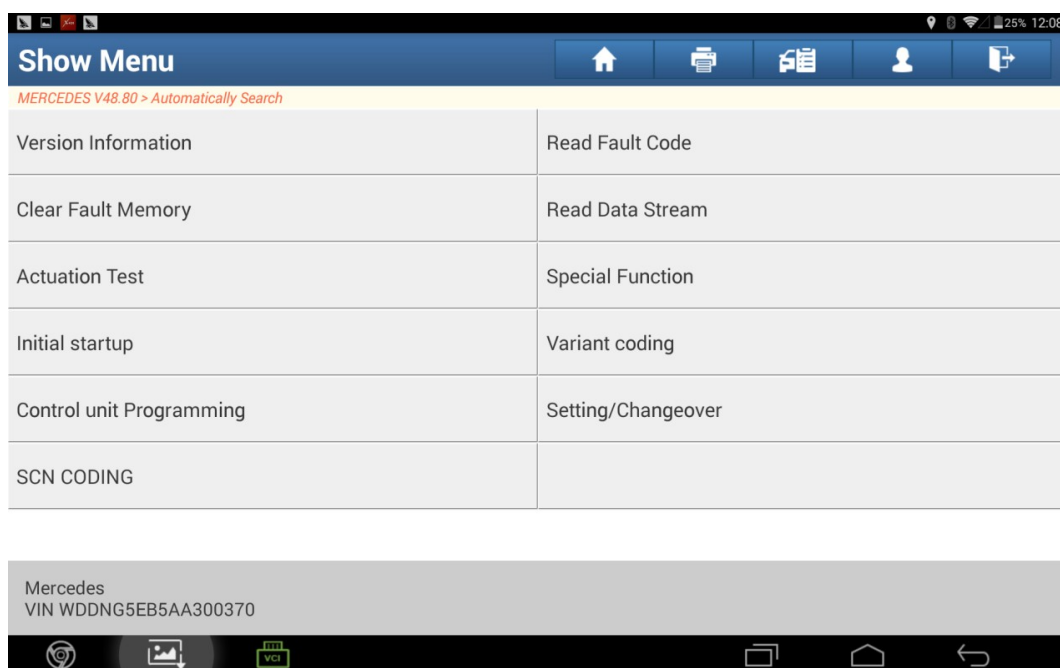

Fig. 18
18. La seguente procedura si effettua per la funzione di codifica online SCN. Se il veicolo era già funzionante dopo la programmazione, è possibile ignorare tutti i passaggi successivi, altrimenti selezionare il menu codifica SCN (codifica online). Vedere la Fig. 18;